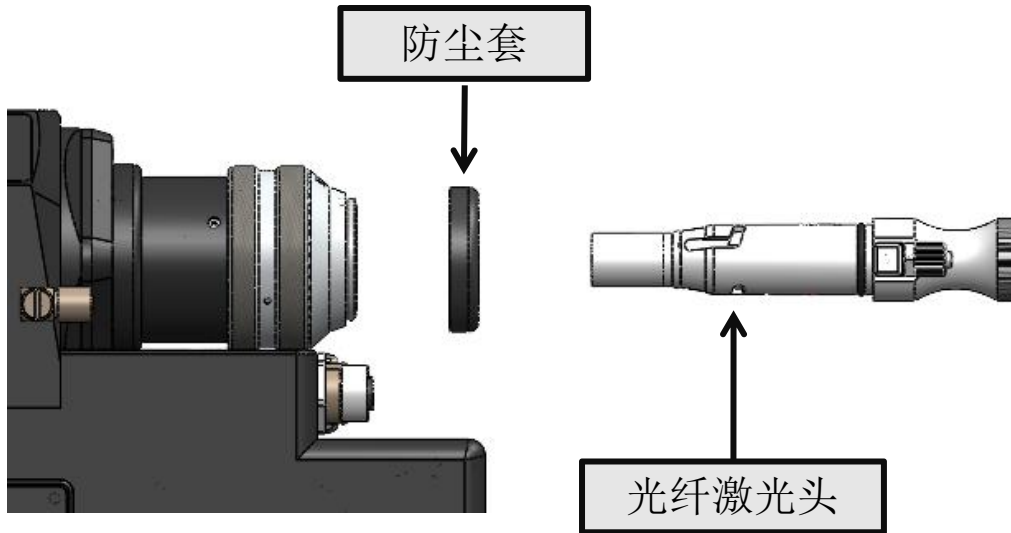

图1.8
- ① 将切割头水平放置，取下头子上的白色帽子与静电贴，取出防尘密封塞和防尘套，如下图1.8所示。